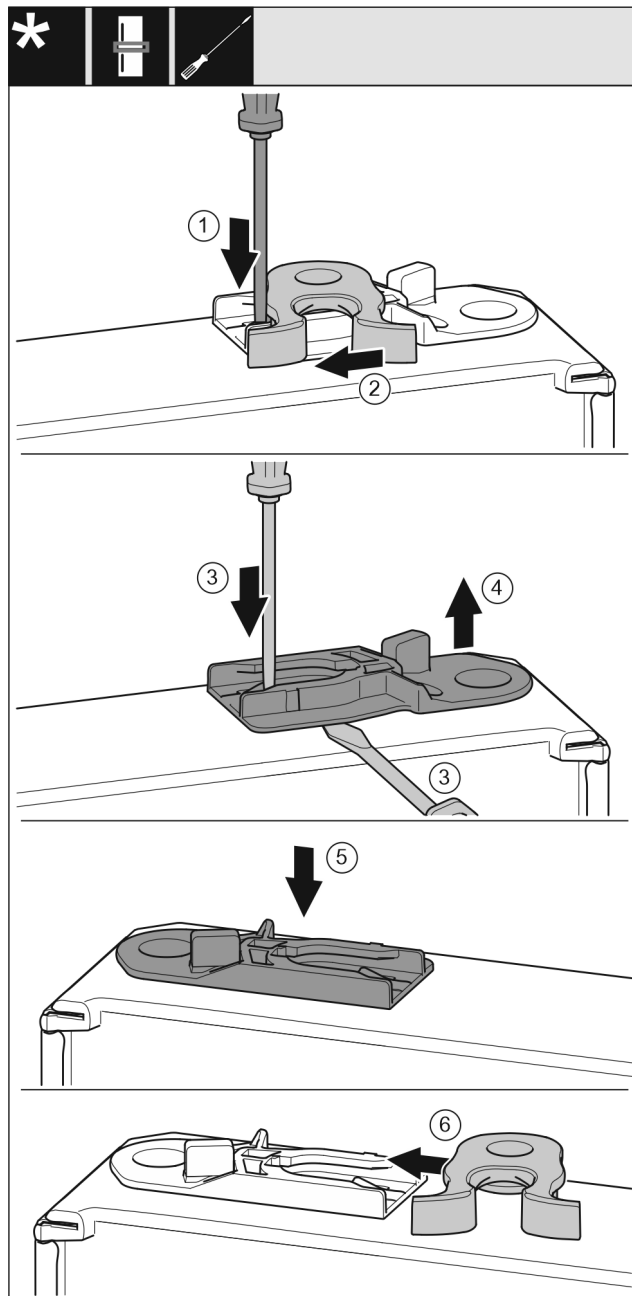

Fig. 16
- ▶ Ravnim odvijačem pritisnite jezičac prema dolje. Fig. 16 (1)
- ▶ Izvucite kuku za zatvaranje iz vodilice. Fig. 16 (2)
- ▶ Izvucite čahuru za vođenje: Ravnim odvijačem pritisnite jezičac i istovremeno umetnite ravni odvijač ispod čahure za vođenje. Fig. 16 (3, 4)
- ▶ Gurnite čahuru za vođenje koja je uključena u isporuku na drugoj strani uređaja. Fig. 16 (5)
- ▶ Gurnite kuku za zatvaranje u vodilicu. Fig. 16 (6)